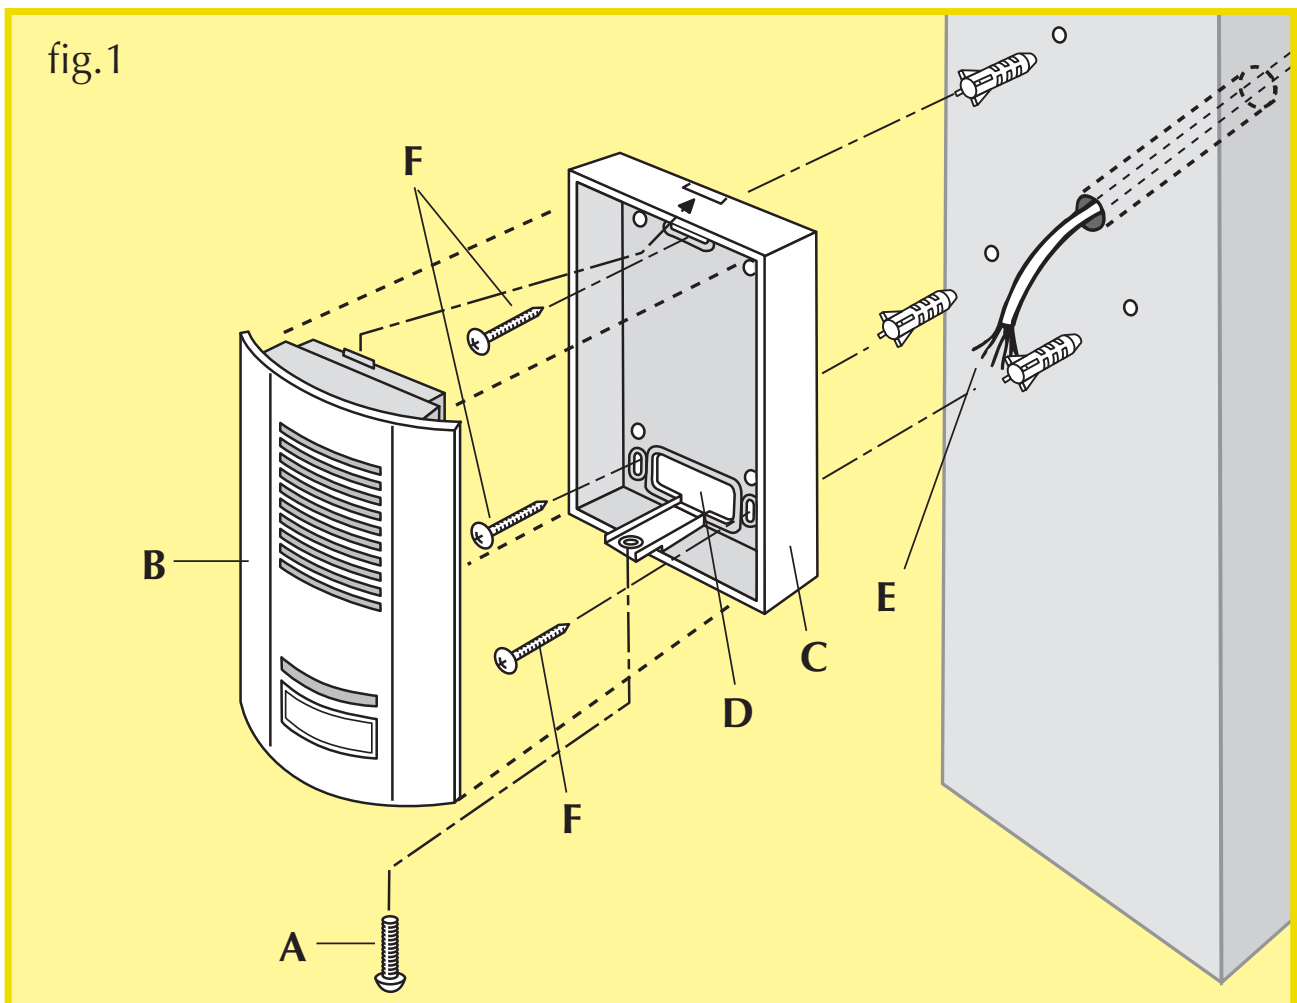

fig.2
**Tip :** wij raden aan om de kabels (voor de straatplaat en de elektrische slotplaat) door een koker te halen om deze tegen stoten en slechte weersomstandigheden te beschermen. Om oxidatie en slechte contacten te voorkomen, **moeten de extra lengtes van de 6 geleidekabels niet worden afgeknipt**. Het is beter om deze rond zichzelf te winden tussen de pilaar en het elektronische kastje (**fig. 2**, bladzijde 3).
3•Plaats een siliconenstrip achter het kastje (**C**) (**fig. 2**) om deze tegen het water te beschermen dat langs de muur loopt.
**Voor het voltooien van de installatie van de straatplaat** , opent u het batterijvakje van het elektronische kastje en steekt u er vier 1,5V alkaline LR20 batterijen in. **Verzekert u ervan dat u de polariteiten aanhoudt (fig. 7, bladzijde 5).** Sluit het batterijvakje en zet het deksel van het elektronische kastje weer op zijn plaats met de 6 kruisvormige schroeven ( H ). Verzekert u ervan de afdichting niet te beschadigen. **Sluit de twee ventilatieopeningen ( T ) onderaan het elektronische kastje niet af (fig. 2, bladzijde 3).** U kunt de optionele spanningomzetter weADS 10003 (waarvan de voltage-uitgang 6 V is onder 200 mA), gebruiken om de deuropener te bedienen (bladzijde 15).